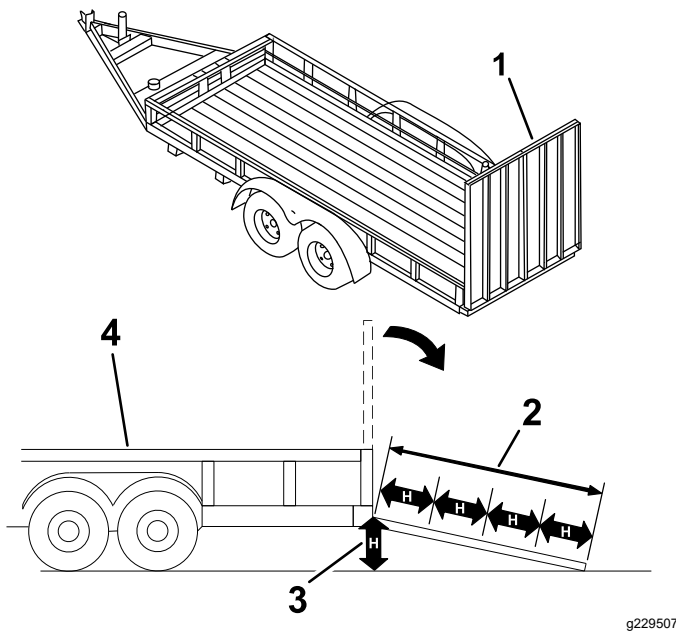

Bild 22
Das Laden einer Maschine auf einen Anhänger oder einen Lastwagen erhöht die Umkipppgefahr und könnte schwere oder tödliche Verletzungen verursachen (Bild 22).
3. Die Rampe absenken (Bild 22).